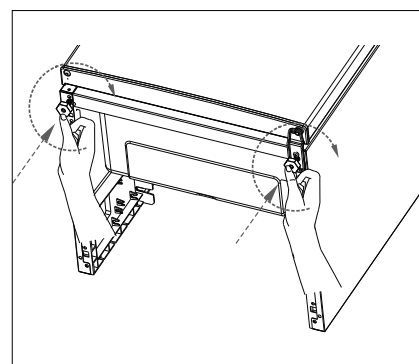

Fig. 13
- ▶ Ruotare entrambi i piedi dell'apparecchio (7) in senso orario (fig. 13).